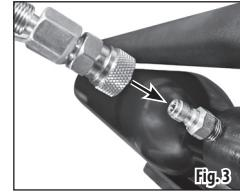

Fig.3
3. Enchufe el conector de desconexión rápida de su equipo de llenado a la boquilla de llenado del arma de aire (Fig. 3).